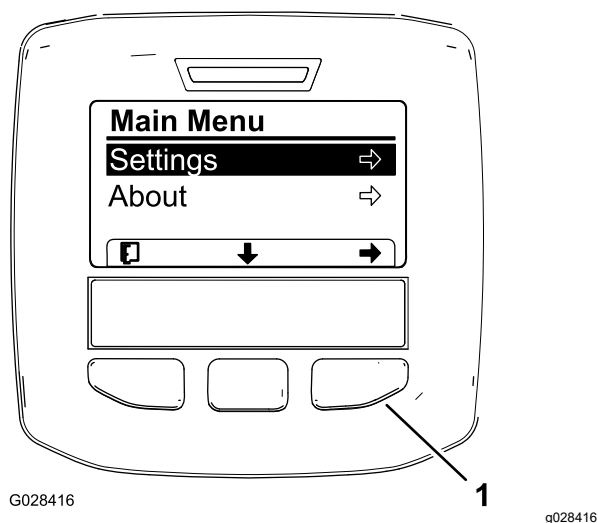
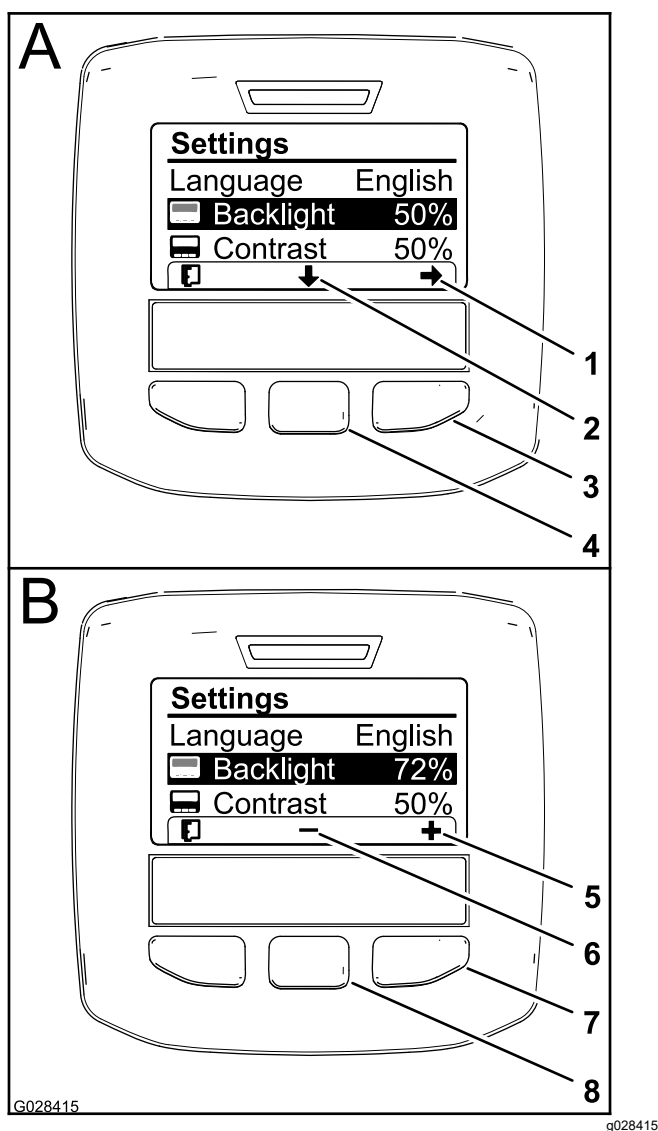

Figura 61
Figura 63
3. Apăsai pe butonul central de selecție pentru a accesa meniul principal (Figura 61).
5. Apăsai pe butonul de selectare stânga pentru a vă salva selecțiile, părăsii meniul Settings (Setări) i revenii la meniul principal (Figura 61).
2. Pentru a regla nivelul iluminării de fundal al afiajului, apăsai butonul de selectare central (butonul de sub pictograma săgeată în jos de pe afiaj) pentru a muta opiunea selectată în jos, la setarea Backlight (Iluminare de fundal) (Figura 63).
3. Apăsai butonul de selectare dreapta pentru a afia contextul de ajustare a valorii (Figura 63).
4. Utilizai butonul de selectare central i butonul de selectare dreapta pentru a modifica nivelul de luminozitate al afiajului (Figura 63).
5. Apăsai pe butonul de selectare din stânga (butonul de sub pictograma listă de pe afiaj) pentru a vă salva selecția, închideți meniul Backlight (Iluminare de fundal) i revenii la meniul Settings (Setări) (Figura 63).
6. Pentru a regla nivelul de contrast al afiajului, apăsai butonul de selectare central (butonul de sub pictograma săgeată în jos de pe afiaj) pentru a muta opțiunea selectată în jos, la setarea Contrast (Contrast) (Figura 63).
7. Apăsai butonul de selectare dreapta pentru a afia contextul de ajustare a valorii (Figura 63).
8. Apăsai pe butonul de selectare din stânga (butonul de sub pictograma listă de pe afiaj) pentru a vă salva selecția, închideți meniul Contrast (Contrast) i revenii la meniul Settings (Setări) (Figura 63).
9. Apăsai pe butonul de selectare stânga pentru a părăsi meniul Settings (Setări) i revenii la meniul principal (Figura 61 i Figura 63).
10. Apăsai butonul de selectare din stânga pentru a reveni la ecranul de pornire (Figura 63).